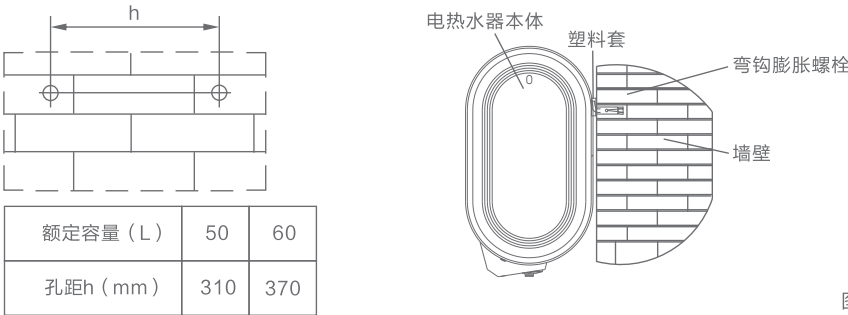

图5
- 4. 确定电热水器安装位置，避开墙体內的钢筋和预埋管线，用冲击钻在坚固的墙体上钻两个φ 16mm、深110mm的孔，且两孔要在同一水平线上，孔距见下表。电热水器右边应留出500mm以上的空间便于维修（如图5）。